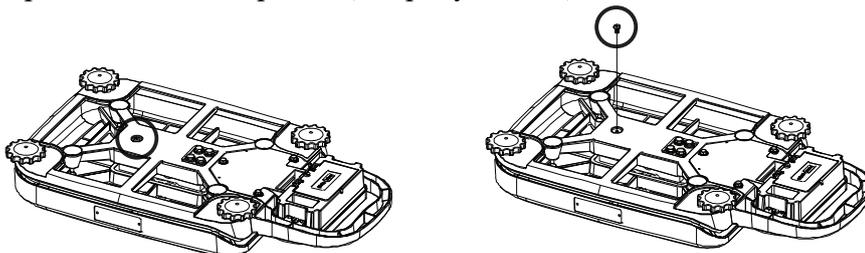

Рисунок 5.1 – Положение транспортировочного винта
- ❑ Выверните транспортировочный винт М6×12 на нижней стороне весов, вращая его только против часовой стрелки (см. рисунок 5.1).